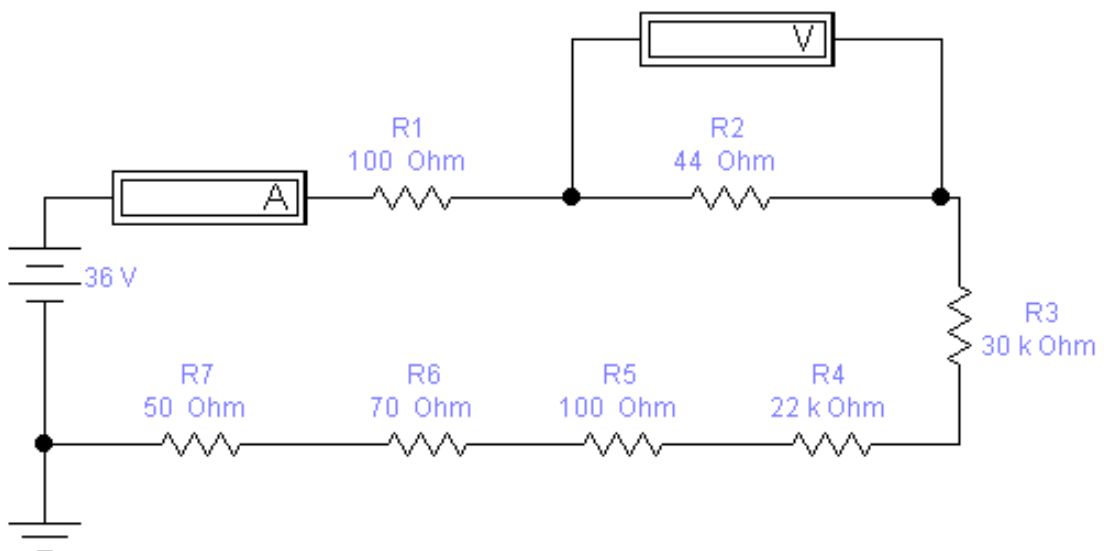

Рисунок 4.1 – Схема 1 електрична принципова
3. Зібрати схему електричну принципову (рис. 4.1).
4. Вилучити зі схеми (рис. 4.1) вимірювальні прилади (амперметр та вольтметр)